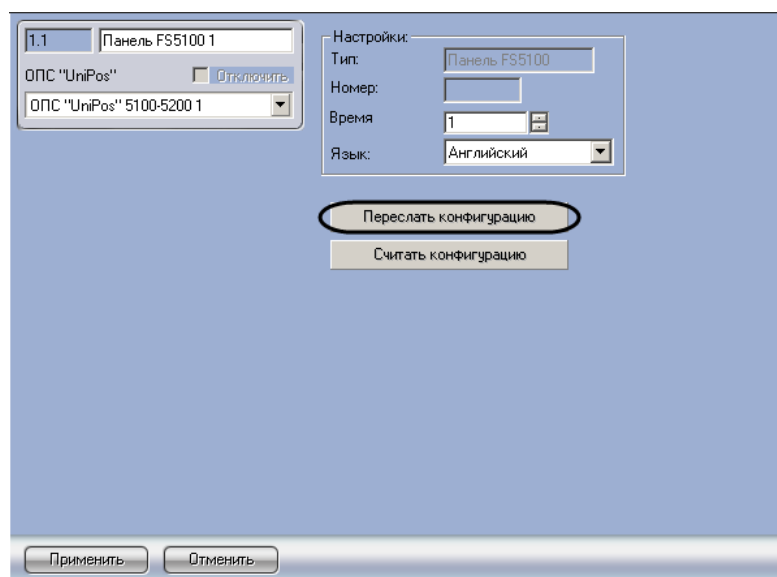

Рис. 3.6—1 Пересылка конфигурации в устройства ОПС Unipos 5100-5200
1. Перейти на соответствующую панель настроек объекта **Панель FS5100/5200** (Рис. 3.6—1).
2. Для пересылки конфигурации в устройства *ОПС Unipos 5100-5200* необходимо нажать кнопку **Переслать конфигурацию** (см. Рис. 3.6—1).